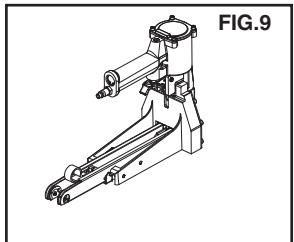

FIG.9
5. Faire glisser le poussoir depuis la position 1 jusqu' l'arri re du bâton d'agrafes (FIG.9).